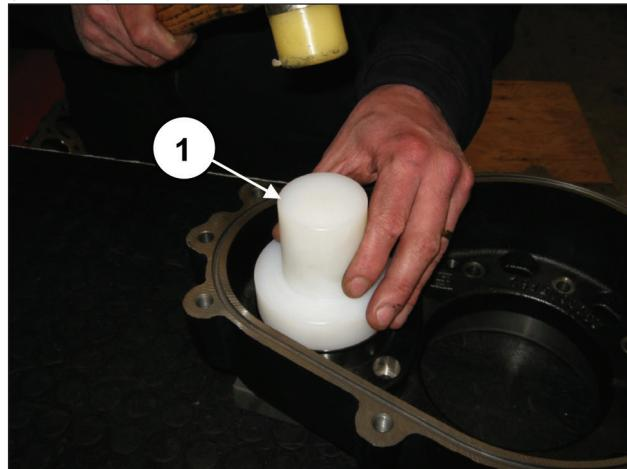
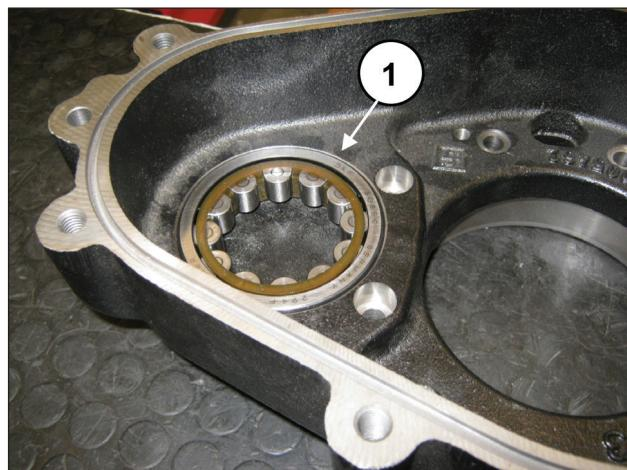

图 53
图 54
在减速齿轮箱上预装链轮轴承外环·可使用编号为27604900 的工具(①, 图 53)·直至其完全插入到底为止(①, 图 54)。